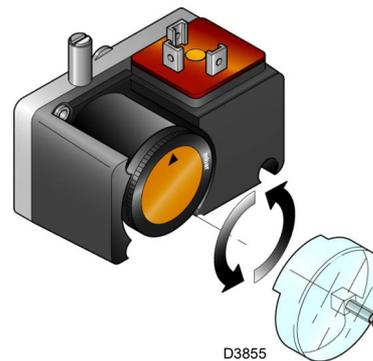

Fig. 33
- Régler le pressostat pour le contrôle d'étanchéité (kit PVP)(Fig. 33 à la page 32), le cas échéant, selon les instructions fournies avec ledit kit.
Régler le pressostat pour le contrôle d'étanchéité (kit PVP)(Fig. 33) selon les instructions fournies avec ledit kit.